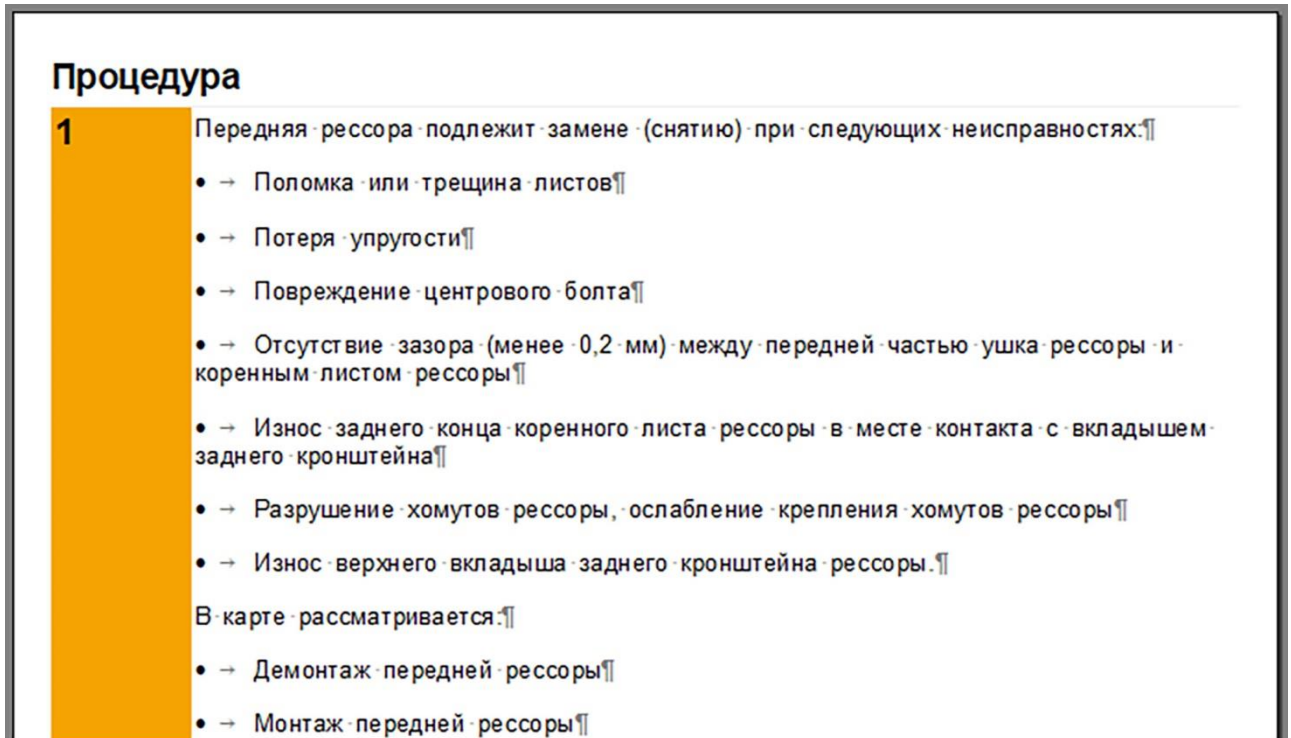

Рисунок 383
3) Выделите созданный шаг 1. В правом окне появится поле для ввода текста. Введите описание первого шага (рисунок 383).